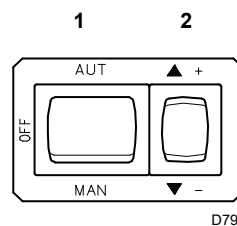
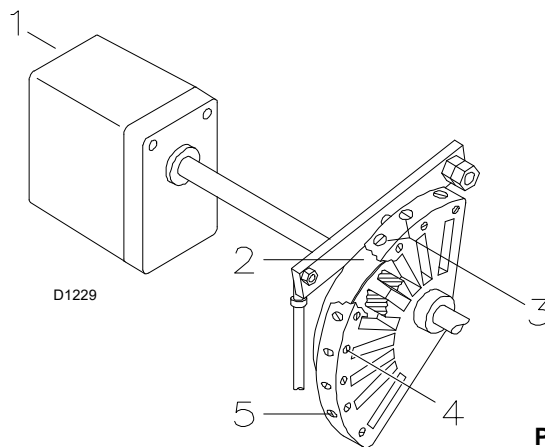

Рис. 27
Рис. 30
- Запустите горелку, замыкая дистанционные регуляторы и выставляя выключатель 1)(Рис. 27 на стр. 24) в положение MAN. После этого проверьте направление вращения крыльчатки вентилятора через глазок пламени 25).
- Когда дизельное топливо начнет выходить из винта 3), заливка насоса выполнена. Остановите горелку, устанавливая переключатель 1)(Рис. 27 на стр. 24) в положении OFF и затягивая винт 3).
Замкните дистанционные регуляторы и установите выключатель 1)(Рис. 27) в положение MAN.
Из предыдущего описания вытекает, что был выполнен розжиг горелки и она работает на минимальной мощности. Нажмите кнопку 2)(Рис. 27) «+» и удерживайте ее нажатой до тех пор, пока сервопривод не установится на 130°.
Постепенно измените конечный профиль кулачка 2)(Рис. 30) посредством винтов 5).
Нажмите на кнопку 2)(Рис. 27 стр. 24) уменьшения мощности и удерживайте ее нажатой до тех пор, пока сервопривод не установится на 20° (заводская настройка).
Постепенно измените начальный профиль кулачка 2)(Рис. 30) посредством винтов 3).
Слегка нажмите на кнопку 2)(Рис. 27 на стр. 24) увеличения мощности, чтобы сервопривод сместился примерно на 15°. Отрегулируйте винты для достижения оптимального горения. Аналогичным образом поступайте со следующими винтами.
Выключите горелку при помощи выключателя 1)(Рис. 27 на стр. 24), установив его в положение «ВЫКЛ», а затем отщепите кулачок 2)(Рис. 30) от сервопривода, нажимая и сдвигая вправо кнопку 3)(Рис. 31). Вручную перемещая кулачок 2) вперед и назад, несколько раз проверьте, чтобы его движение было плавным без заедания.
Завершив регулировку, зафиксируйте ее винтами 4)(Рис. 30).